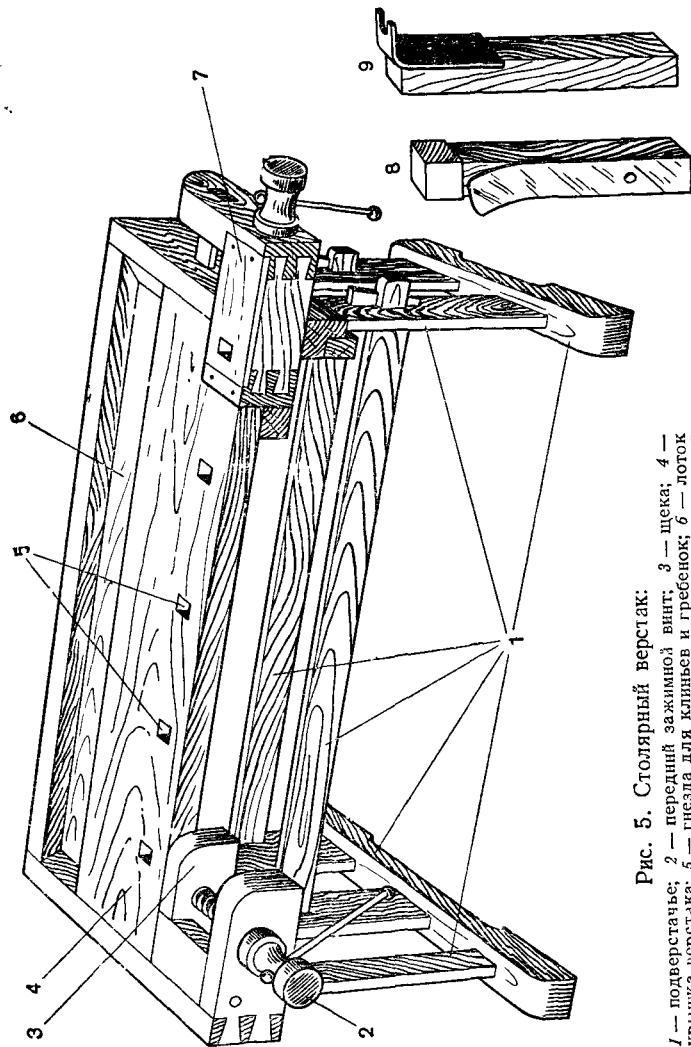

Рис. 5. Столярный верстак:
*Столярный верстак* (рис. 5) обеспечивает наилучшие условия для выполнения всевозможных столярных работ. Верстак состоит из подверстачья и крышки. Подверстачье представляет собой две стойки, соединенные продольными брусками посредством клиньев. В подверстачье часто устраивают шкафчик для инструментов.